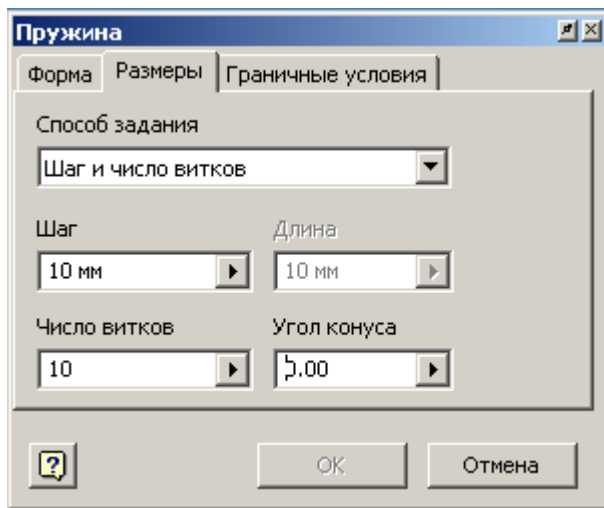

Рис. 3
3. В закладке «Размеры» доступны четыре способа задания пружины: Шаг и число витков; Число витков и длина; Шаг и длина; Спираль. При выборе того или иного способа задания Inventor активирует те или иные поля для ввода значений. При способе задания «Спираль» поле «Угол конуса» недоступно. Поле «Угол конуса» предназначено для построения конусных пружин (см. Рисунок 3).